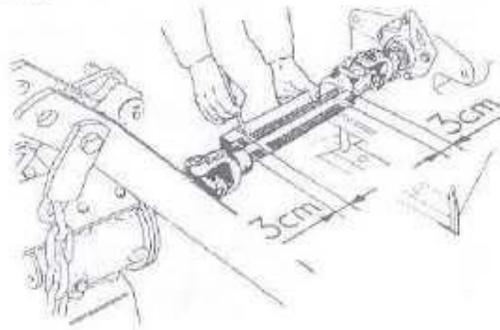

Fig. 07 - Marcação do comprimento do cardan.
1. Marcar o comprimento adequado para posterior corte (Fig 07);